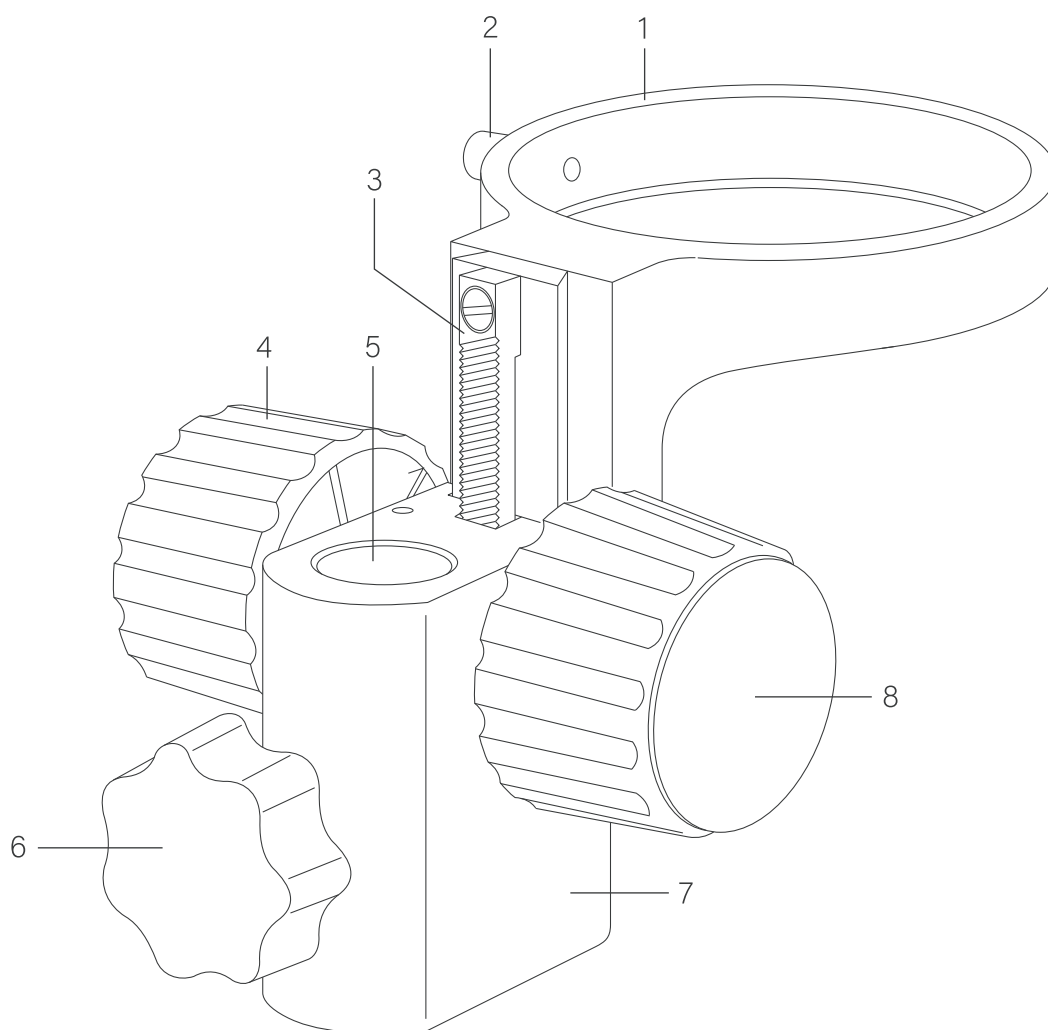

Рис. 3. Фокусирующий механизм с кронштейном оптической головки.
- Установите кронштейн с фокусирующим механизмом на палец штатива и зафиксируйте его маховиком 6 (рис. 3).
- Установите оптическую головку в кольцевой держатель кронштейна, разверните ее тубусами в сторону наблюдателя и закрепите винтом 2 (рис. 3).